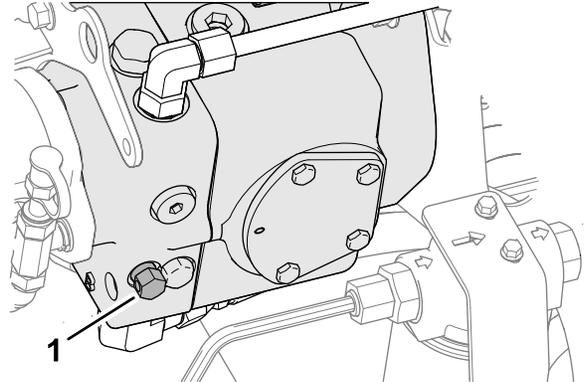

Bild 58
3. Drehen Sie an der Hydraulik-Verdrängerpumpe die Schraube des Sicherheitsventils um  $1\frac{1}{2}$  Umdrehungen, um das Ventil zu öffnen und Öl intern abzulenken (Bild 58).